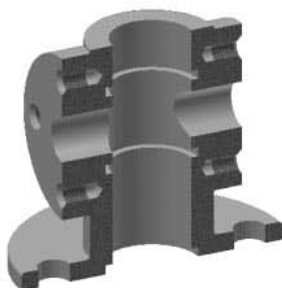

Рис. 9.45. Половинное сечение корпуса
2. Для удобства вставки кольца отсеците половину корпуса, для чего вызовите команду ленты Вид ► Представление модели ► Половинное сечение . Выберите вертикальную плоскость, проходящую через центральное отверстие (рис. 9.45).